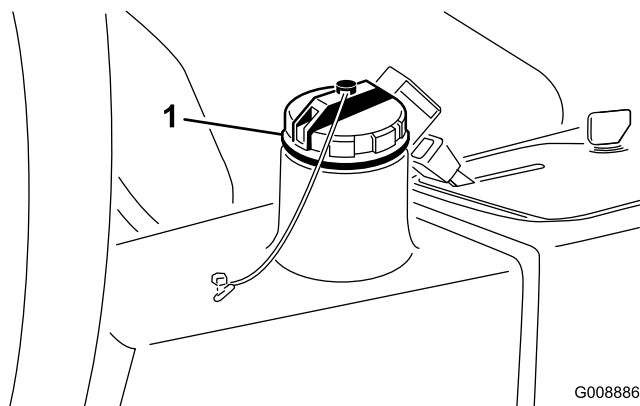

図 25
2. 油圧オイルタンクの注油口周辺をきれいに拭き、キャップ (図 25) を外す。キャップを外す。